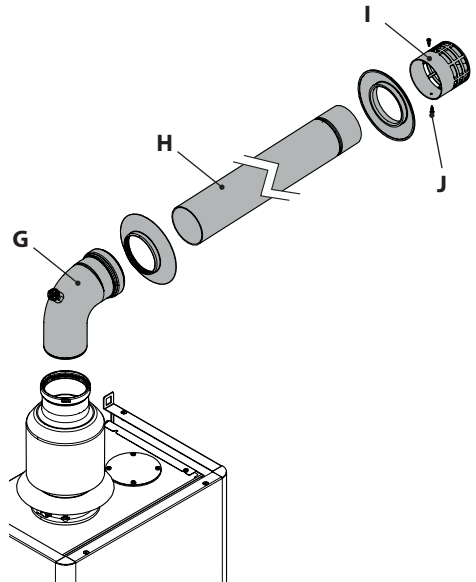

Figura 5.76
- Inserire la curva **G**, il tubo **H**, eventuali prolunghie e il terminale **I** che deve essere bloccato al tubo con le viti **J** (Figura 5.76).